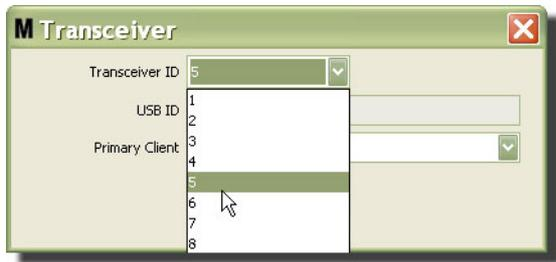

FIG. 89
4. Per modificare l'ID ricetrasmittitore, fare clic sulla freccia per visualizzare il menu a discesa. Dal menu a discesa selezionare un numero ID ricetrasmittitore che non è già utilizzato da un ricetrasmittitore nel sistema (FIG. 89). Fare clic su OK per chiudere la schermata e salvare le modifiche.